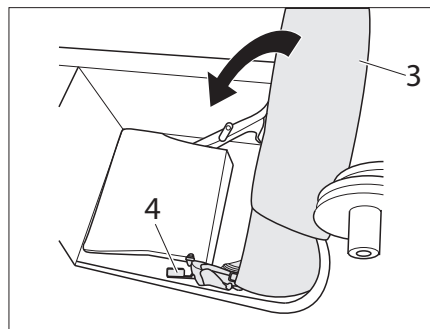

Fig. 209 Déplacer le dossier dans le caisson de rangement
- Actionner le levier 2 (Fig. 209,4) et déplacer le dossier (Fig. 209,3) dans le caisson de rangement.